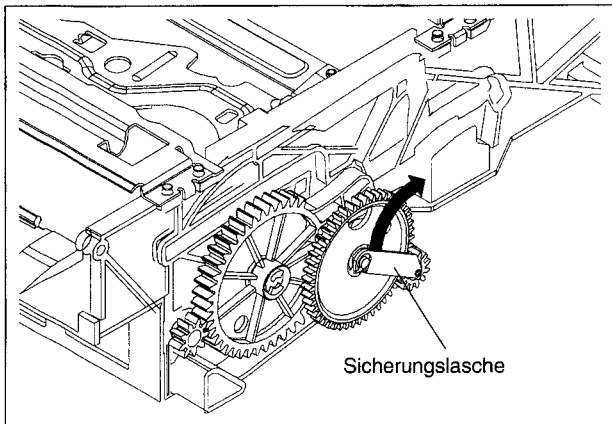

Abb. 1.12
- Sicherungslasche nach hinten ziehen, um sie zu entriegeln (Abb. 1-12).